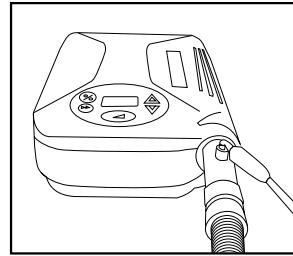

Figure 10
3. L'oxygène peut alors être injecté dans l'alimentation en air en connectant une extrémité d'un tuyau d'oxygène standard à l'adaptateur d'oxygène et en connectant l'autre extrémité de ce tuyau à la source d'oxygène, **Figure 10**.